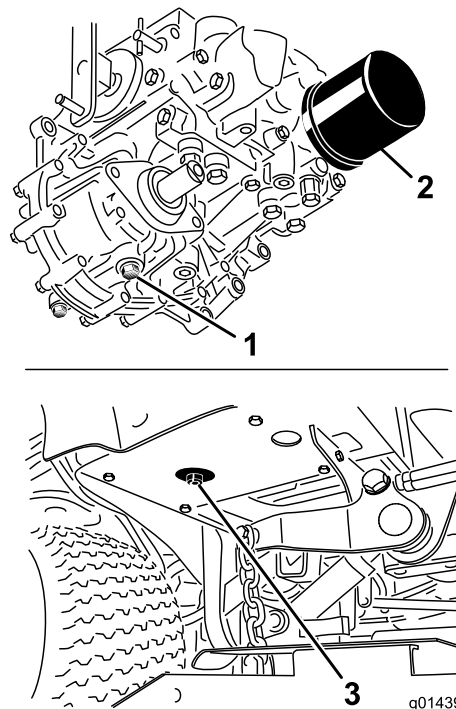

Figura 69
3. Coloque un recipiente grande debajo del depósito de fluido hidráulico y el alojamiento de la transmisión y retire los tapones; deje que se vacíe todo el fluido hidráulico (Figura 69).
4. Limpie la zona alrededor del filtro de fluido hidráulico y retire el filtro (Figura 69).